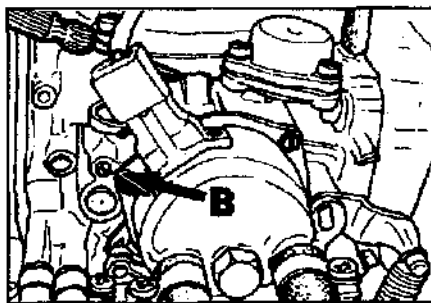

Рис.7 Дополнительный регулировочный винт воздуха.
- Увеличить обороты двигателя до 2000 - 2200 об/мин, путем нажатия на рычаг дроссельной заслонки. Используя маленькую отвертку, нажать на рычаг привода пускового устройства (Рис.7) до упора в ограничительный винт диафрагмы пускового устройства.
- Если значение не в норме, то регулировку необходимо провести с помощью дополнительного винта (В) на корпусе пускового устройства (Рис.7). Вкручивая - обогащается, и наоборот - обедняется.